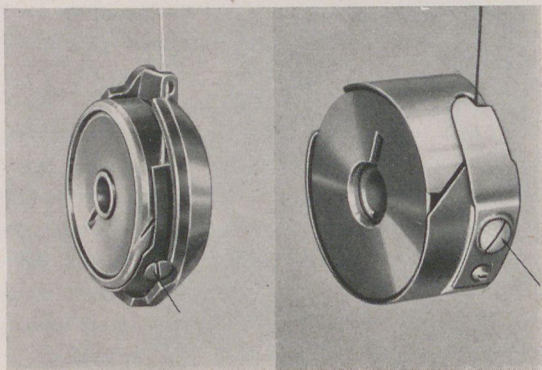

BILD 23
## 2. Unterfadenspannung (Bild 23)
*I. Typ A: Rundgreifer ohne Brille (rechts in Bild 23)*
*II. Typ B: Rundgreifer mit Brille (links in Bild 23)*